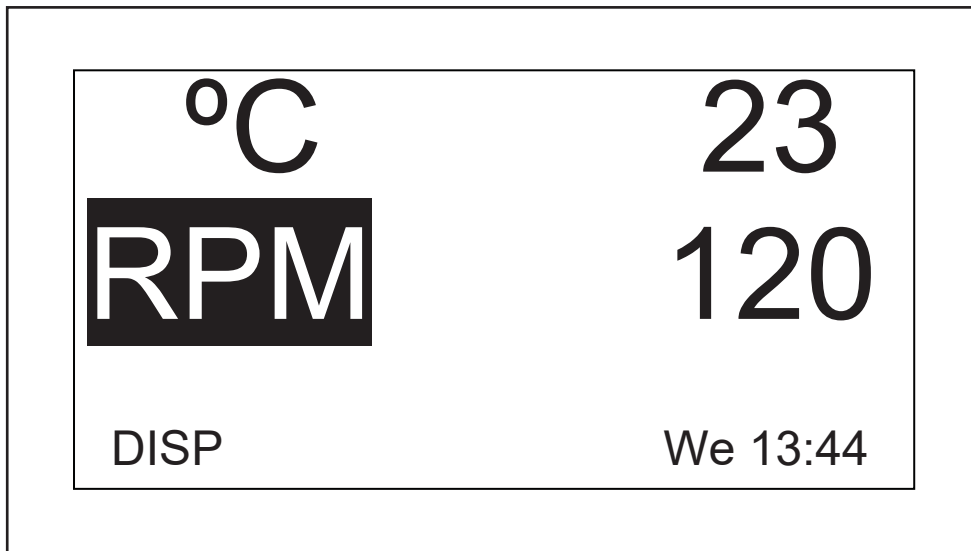

Fig. 9-1: Sostituzione del parametro visualizzato
1. Evidenziare con la manopola di controllo il parametro che si desidera sostituire. In questo esempio si sostituirà *RPM* (vedi Fig. 9-1 a pag. 50).